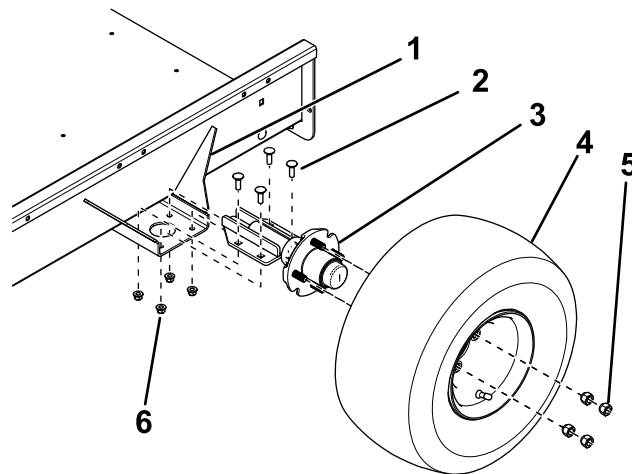

图2
2. 如图2所示，使用 4 个托架螺栓和 4 个锁紧螺母，将轴安装到拖车底板两侧安装支架的顶侧。
3. 使用 4 个车轮螺母将车轮总成安装至各个轮毂 (图2)，并上紧螺母扭矩至 108.5N·m。
- 调整轴安装支架的位置，使前面的中心到中心距离约为 3mm，小于后面中心到中心距离 (图2)。